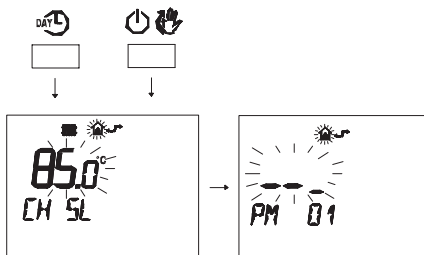

Figura 5.42
- Pulse simultáneamente los botones y para entrar en la modalidad de programación transparente (Figura 5.42).